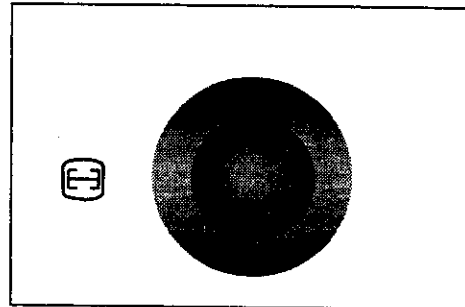

fig. 7
3. Appuyez sur le bouton  (fig. 7).